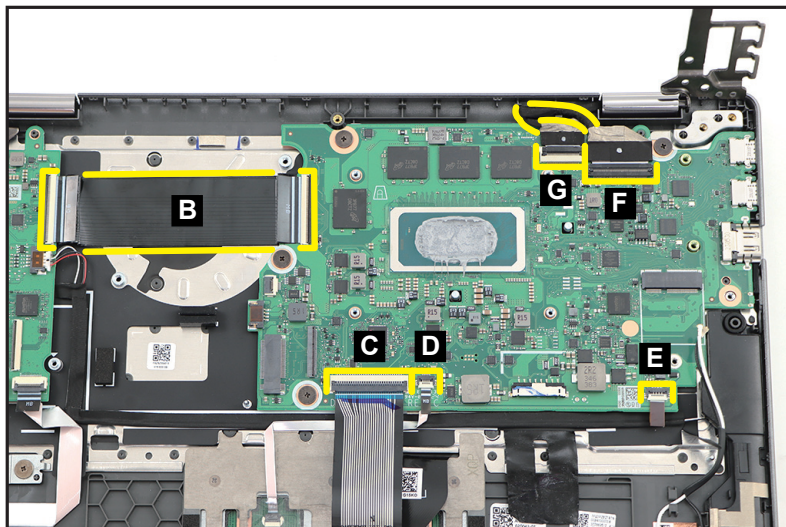

Figure 1-31. Retrait de la carte mère
3. Déconnectez le circuit imprimé souple 50 broches de la carte USB (B) des connecteurs de la carte USB et de la carte mère, puis détachez avec précaution le circuit imprimé souple de l'adhésif situé en dessous (mis en évidence par les lignes jaunes), comme indiqué dans Figure 1-31. Retirez le circuit imprimé souple la carte USB.
4. Débranchez le circuit imprimé souple du clavier du connecteur de la carte mère (C) (Figure 1-31).
5. Débranchez le câble plat et souple du pavé tactile du connecteur de la carte mère (D) (Figure 1-31).
6. Débranchez le circuit imprimé souple de rétroéclairage du clavier du connecteur de la carte mère (E) (Figure 1-31).
7. Débranchez le câble LCD du connecteur de la carte mère (F) (Figure 1-31).
8. Déconnectez l'autre câble LCD (câble de caméra MIPI) du connecteur de la carte mère (G). Puis sortez les câbles LCD des guides de câble (Figure 1-31).